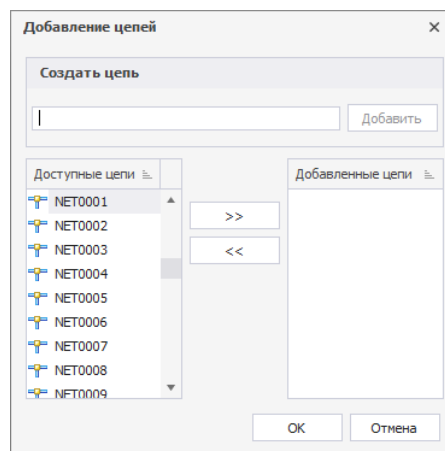

Рис. 168 Окно «Добавление цепей»
1) В окне редактора цепей шины в поле «Список» нажать кнопку «Добавление цепей». Откроется окно «Добавление цепей», см. Рис. 168.